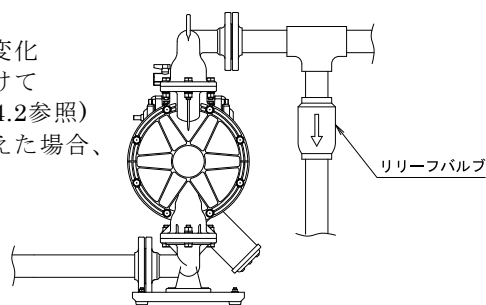

Fig.4.2
- ・ポンプの設置場所の環境によって移送液体の体積変化が大きい場合は、吐出側にリリーフバルブを取付けて許容圧力値で開放するようにしてください。(Fig.4.2参照) 液体の体積変化によりポンプ内圧が許容圧力を超えた場合、破損の原因となります。